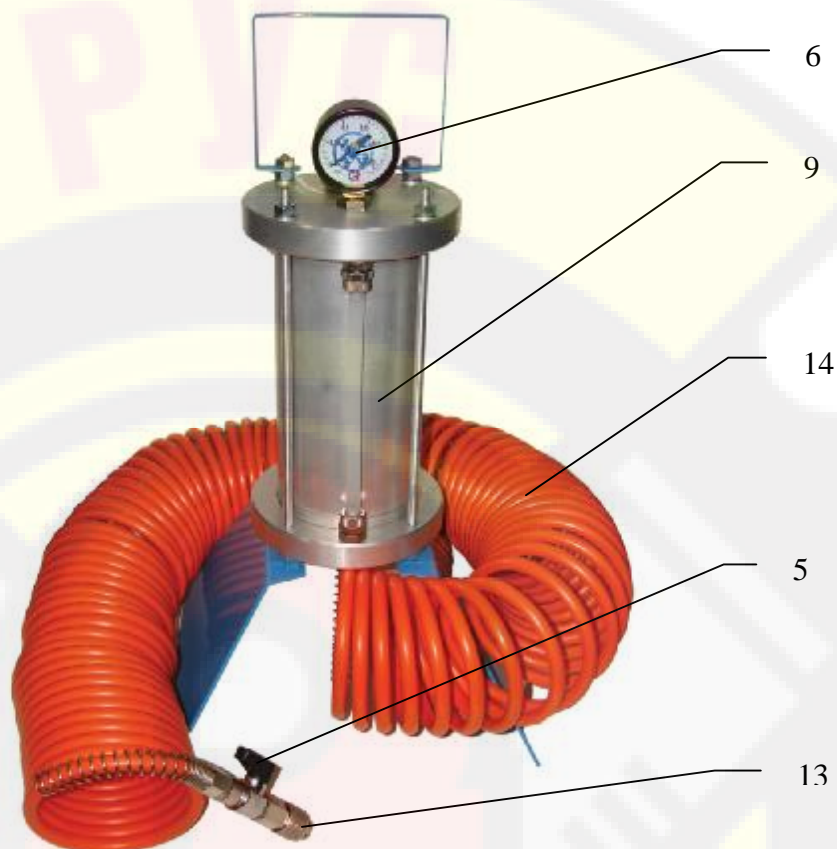

Рис.1 (вид спереди)
- убедитесь в том, что Кран ПОДАЧА (рис.1, поз.5) на Приспособлении находится в положении «Закрыто»
- открутите Пробку (рис.3, поз.8) заливного отверстия Резервуара (рис.1, поз.9) Приспособления
- закрутите обратно Пробку (рис.3, поз.8) заливного отверстия Резервуара (рис.1, поз.9) Приспособления. Усилие затяжки от руки должно быть достаточным для гарантированной деформации резинового уплотнения Пробки
Пробке (рис.3, поз.8) создайте в верхней «воздушной» части Резервуара (рис.1, поз.9) избыточное давление воздуха в номинальном диапазоне 0,5-1,0 кгс/кв.см, но не более 2 кгс/кв.см, контролируя его с помощью Манометра (рис.1, поз.6)
- разместите Приспособление на горизонтальной поверхности рядом с автомобилем таким образом, чтобы длины Шланга спирального (рис.1, поз.14) было достаточно для удобства работы. В целях экономии новой тормозной жидкости при замене, длину Шланга спирального можно укоротить. Для этого открутите гайку пружинного фитинга на Шланге со стороны Цанги (рис.1, поз.13) либо со стороны Резервуара (рис.1, поз.9), снимите Шланг с фитинга и обрежьте его до нужной длины, затем восстановите соединение в обратном порядке. Однако при выборе окончательной длины Шланга спирального необходимо учитывать влияние фактора взаимозависимости упругости Шланга и веса Приспособления на устойчивость Приспособления. При чрезмерном укорачивании длины Шланга возможно неконтролируемое перемещение Приспособления, что может привести к повреждениям кузова автомобиля или травмам персонала
- подключите Приспособление Цангой (рис.1, поз.13) на конце Шланга спирального (рис.1, поз.14) к присоединительному адаптеру (рис.4, поз.1) на бачке тормозной жидкости автомобиля. При необходимости используйте Адаптер угловой (рис.6, поз.2) из набора
- переключите Кран ПОДАЧА (рис.1, поз.5) в положение «Открыто», тем самым удаляя воздух, находящийся в верхней части бачка тормозной жидкости автомобиля. Переключение осуществляйте медленно, во избежании риска повреждения бачка тормозной жидкости автомобиля
- убедитесь в герметичности соединения между Адаптером (рис.4, поз.1) и Цангой (рис.1, поз.13), обращая внимание на отсутствие утечек тормозной жидкости
- при снижении избыточного давления в верхней «воздушной» части Резервуара (рис.1, поз.9) Приспособления и прекращения поступления новой жидкости в тормозной бачок автомобиля, восстановите с помощью подкачки насосом или внешним компрессором его значение до номинала 0,5-1,0 кгс/кв.см, но не более 2 кгс/кв.см, осуществляя контроль с помощью Манометра (рис.1, поз.6)
- при снижении уровня новой тормозной жидкости в Приспособлении до условного остатка в 10-20% от ёмкости Резервуара (рис.1, поз.9), остановите процесс замены, закрыв прокачные штуцеры
- снимите избыточное давление воздуха в верхней «воздушной» части Резервуара (рис.1, поз.9) с помощью золотника вентиля Шредера в Пробке (рис.3, поз.8)
- переключите Кран ПОДАЧА (рис.1, поз.5) в положение «Закрото»
- **соблюдая меры предосторожности при работе с вредными жидкостями, а также используя текстильную ветошь и средства защиты лица и рук,** отсоедините Цангу (рис.1, поз.13) от Адаптера (рис.4, поз.1), а затем снимите присоединительный Адаптер (рис.4, поз.1) с бачка тормозной жидкости в автомобиле. В связи с тем, что тормозная жидкость может повредить ЛКП автомобиля, старайтесь избегать её чрезмерного разлива при этом. В случае необходимости нейтрализуйте вредное воздействие от разлива тормозной жидкости на ЛКП, сразу удалив текстильной ветошью её потёки и промыв места попадания, используя в т.ч. средства для мытья и/или очистки ЛКП автомобиля